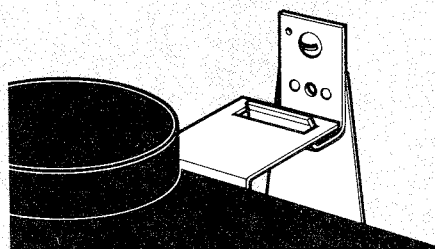

Fig. 7
- Présenter la chaudière contre le mur en écartant le bas du dossier pour échapper la plaque de raccordement, et engager dans la lumière de la languette, se trouvant au-dessus du vase d'expansion, le support supérieur de la plaque (fig. 7). Laisser descendre la chaudière et la faire reposer sur la plaque de raccordement.